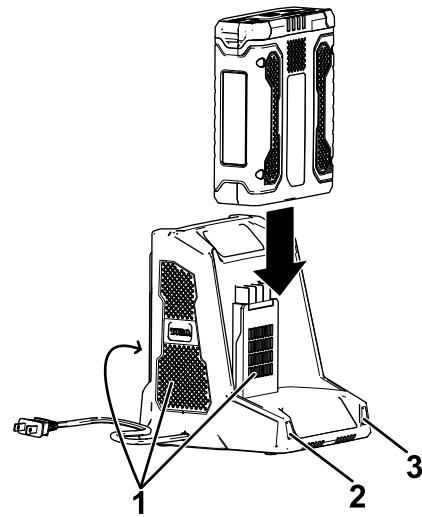

**Figura 10**
3. Allineate la cavità nel pacco batteria (Figura 10) con la linguetta sul caricabatterie.